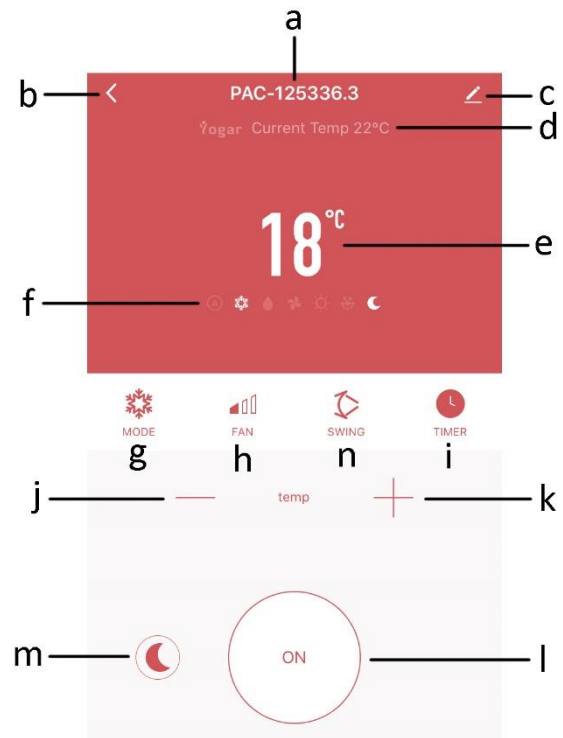

Fig. 4
6. Ora è possibile controllare il condizionatore d'aria tramite l'interfaccia descritta di seguito (Fig. 4). Premere il pulsante corrispondente per impostare la funzione desiderata. Durante l'impostazione della modalità e della velocità della ventola verranno visualizzate le stesse opzioni disponibili sul pannello di controllo dell'apparecchio.